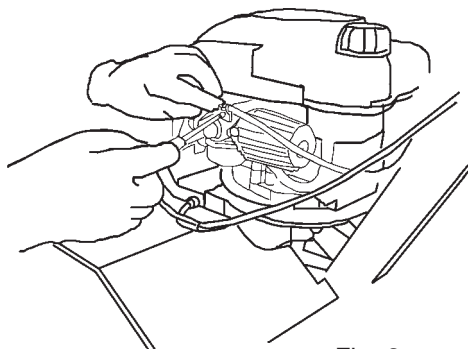

Fig. 3
- Conectar o fio comando acelerador (fig.2) ao motor e fixar a bainha (fig.3)